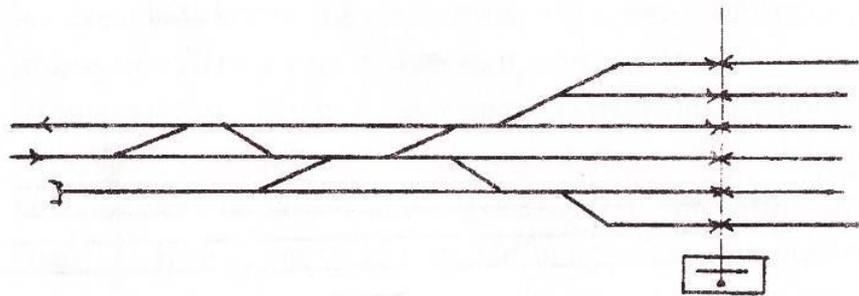

Рис.7
7. На схематическом плане нечетной горловины станции (рис.7) пронумеруйте пути и стрелки, произведите расстановку изолирующих стыков, входных, выходных и маневровых светофоров. Составьте таблицу основных поездных маршрутов.